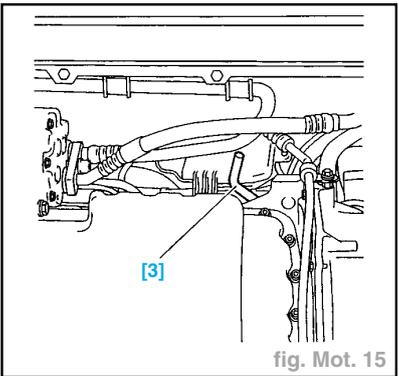

fig. Mot. 15
- Mettre en place la pige volant moteur [3] (par le dessous du véhicule) (réf. 0188Y) (fig. Mot. 15).